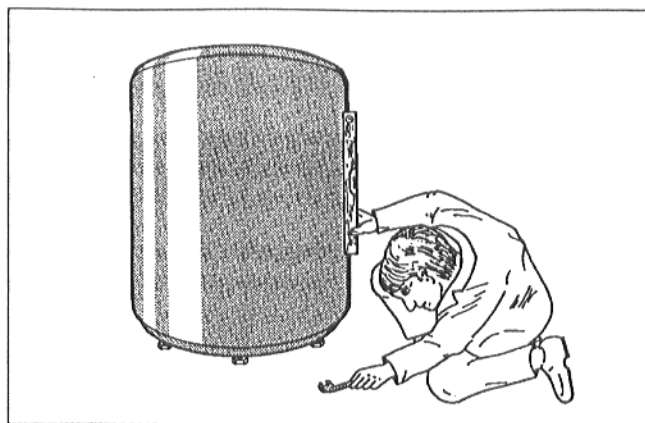

Fig. 6 Illustrazione schematica
- Orientare verticalmente l'accumulatore-prodotore di acqua calda per mezzo della regolazione dei piedini (Fig. 6).